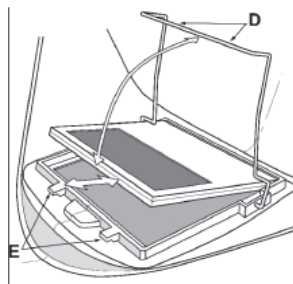

Figure 3
Mise en Place de la Nouvelle Cartouche: Prendre la nouvelle cartouche de teinte et passer le câble du potentiomètre sous la boucle du fil avant de placer la cartouche dans son cadre de retenue à l'intérieur du casque. Abattre la boucle du fil et s'assurer que le bord avant de la boucle (D) soit correctement retenu sous les ergots de retenue (E), comme le montre la Figure 3.